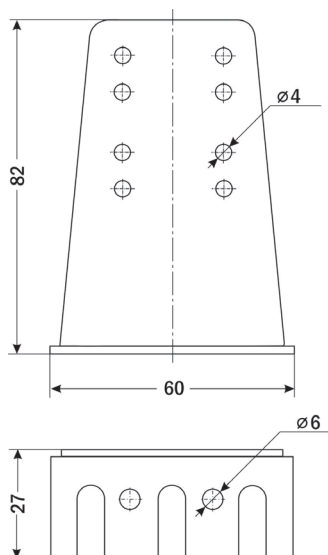

Рис. 5. Кронштейн для настенного крепления
1.2. Присоединение прибора к трубопроводу можно осуществлять как напрямую (резьба штуцера G $\frac{1}{4}$ "), так и с помощью импульсной трубки (в этом случае рекомендуется использовать входящий в комплект поставки кронштейн для настенного крепления, рис. 5).